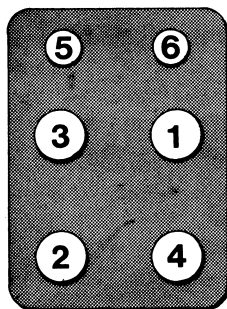

Fig. 16. Åtdragningschema för cylinderlock
4. Drag cylinderlocksmuttrarna etappvis och i den ordningsföljd som visas i fig. 16. Använd momentnyckel och drag med det moment som anges nedan.